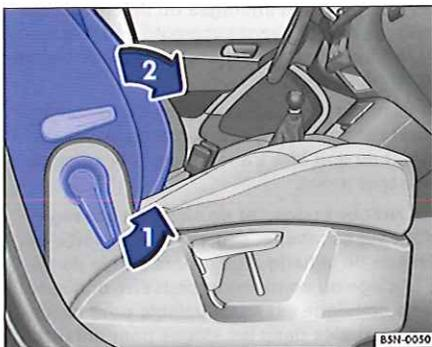

Fig. 58 Escamotage du dossier de siège du passager avant.
- Déverrouillez le dossier de siège du passager avant  $\Rightarrow$  fig. 58 (flèche 1) et  $\Rightarrow$  fig. 59.
- Escamotez le dossier de siège du passager avant en position horizontale  $\Rightarrow$  fig. 58 (flèche 2).
- Pour relever le dossier de siège du passager avant, déverrouillez-le de nouveau  $\Rightarrow$  fig. 58 (flèche  $^{\circ}1$ ).